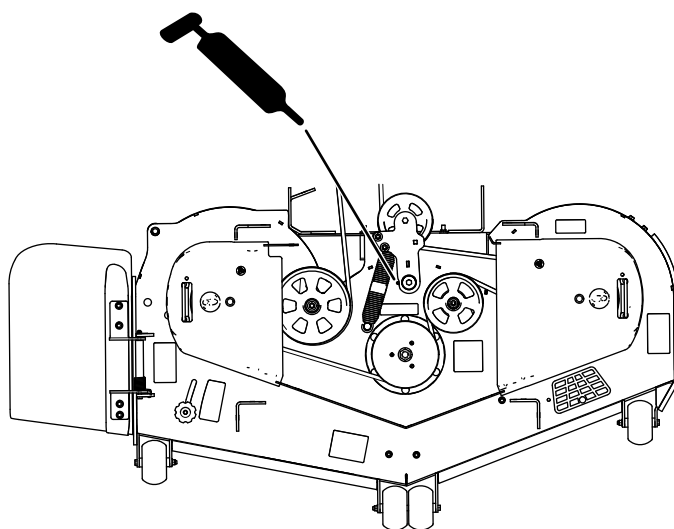

Figure 44
4. Graissez le pivot de la poulie de tension du tablier de coupe jusqu'à ce que la graisse ressorte par le bas (Figure 44).